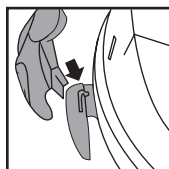

FIGURE 11
9. Insérez les ongles en forme de « J » dans les rainures du rembobineur. **FIGURE 11**. Appuyez vers le bas jusqu'à ce que les ongles s'enclenchent en position.